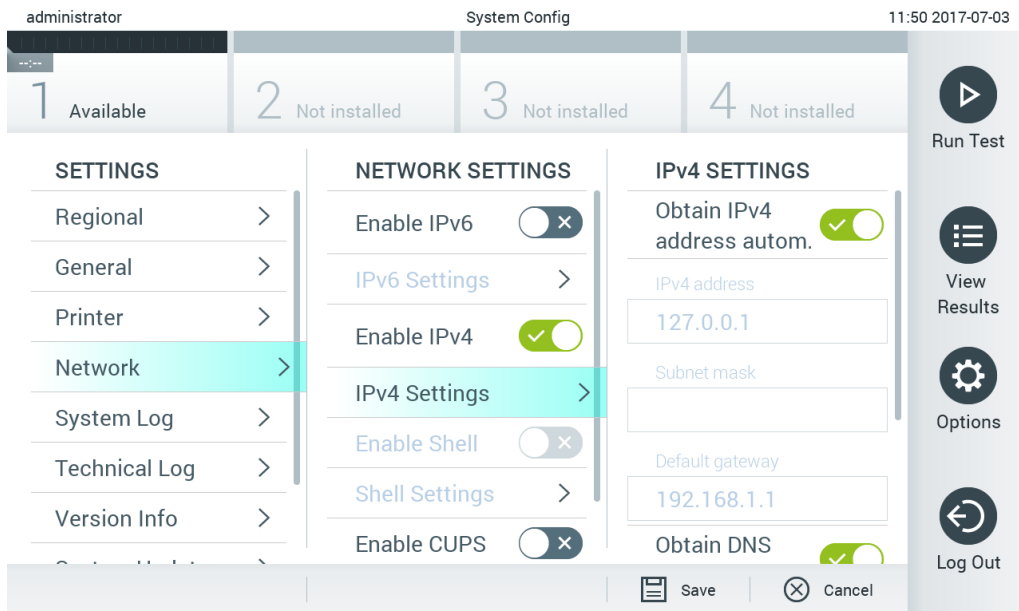

图 66. 配置网络设置。
2. 从左侧列中的设置列表中选择 **Network**（网络）（下一页图 66）。